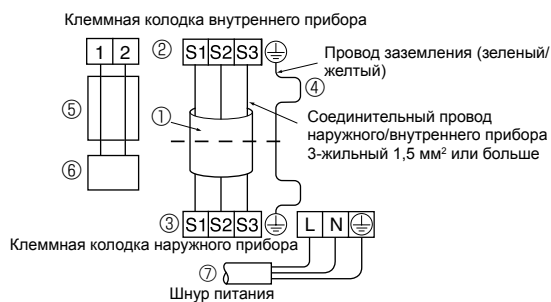

Fig. 7-4
• Выполните подсоединение, как показано на схеме внизу слева. (Кабель приобретается отдельно). (Fig. 7-4)